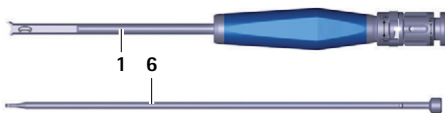

Fig. 12 Instrumento introdutor desmontado
- ▶ Retirar a barra **6** do tubo **1**, ver Fig. 12.
- ▶ Empurrar a barra **6** no tubo **1**, ver Fig. 12.